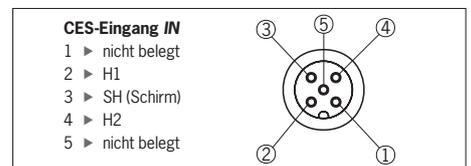

Bild 1: Buchsenbelegung (Blick auf Steckseite)
- Die CES-Leseköpfe an die CES-Eingänge IN (Buchse 5-polig M12) anschließen (siehe Bild 1)